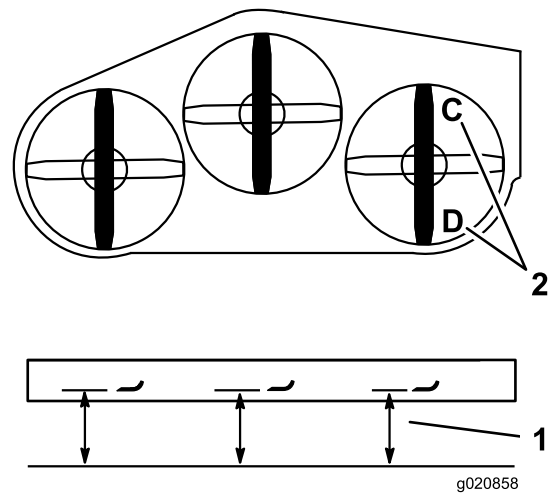

Bild 84
1. Stellen Sie das rechte Schnittmesser in Längsrichtung (Bild 84).
2. Messen Sie das rechte Messer an der Stelle **C** von einer ebenen Oberfläche bis zur Schnittkante der Messerspitze und notieren Sie den Wert (Bild 84).
3. Messen Sie das rechte Messer an der Stelle **D** von einer ebenen Oberfläche bis zur Schnittkante der Messerspitze und notieren Sie den Wert (Bild 84).
Hinweis: Das Schnittmesser sollte an Stelle **C** 6 mm bis 10 mm niedriger sein als an Stelle **D** (Bild 84). Sollte die Einstellung nicht richtig sein, machen Sie mit den folgenden Schritten weiter.